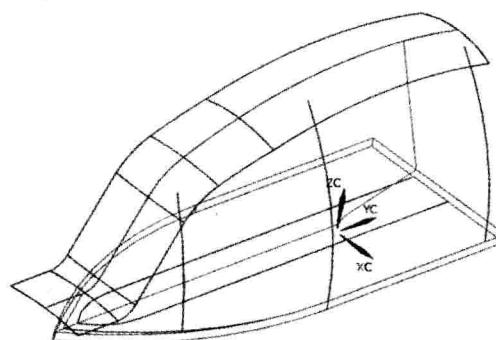

图 1-17 “静态线框”显示模型
(1) 选择菜单栏中的“格式”→“图层设置”命令，弹出“图层设置”对话框，设置 42 层和 43 层为可选层，41 层为不可见层，关闭“图层设置”对话框，完成图层设置。切换视图以“静态线框”显示，结果如图 1-17 所示。